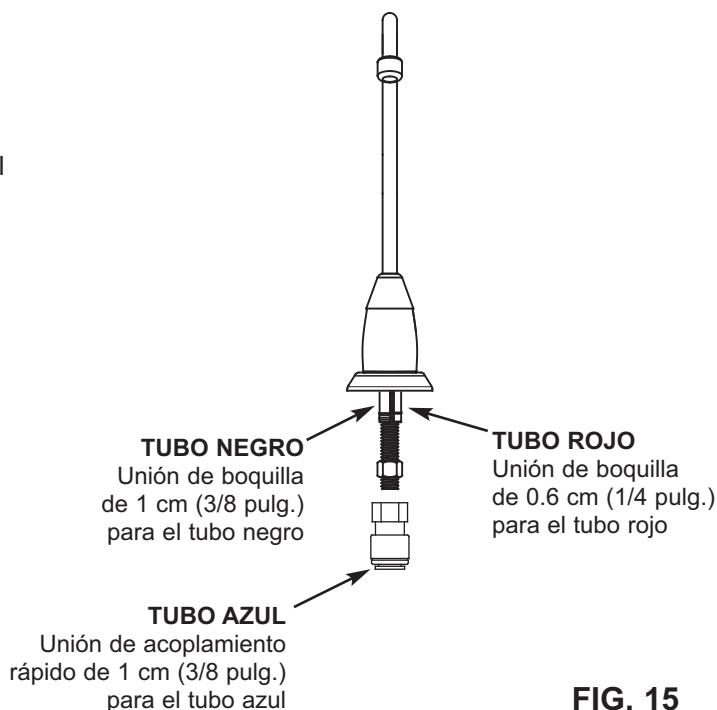

FIG. 15
3. Ubique la tubería negra de 3/8 pulg. (1 cm) y empuje un extremo en la unión de boquilla de 3/8 pulg. (1 cm) del grifo, vea la Fig. 15.
4. Mueva el sistema de ósmosis inversa (RO) a su posición, debajo del fregadero. Vea la página 10.
5. Ubique la tubería roja de 1/4 pulg. (0,6 cm) conectada al conjunto de ósmosis inversa. Retire la tapa de empaque del extremo suelto de la tubería roja. Tienda la tubería roja de abajo hacia arriba a través del orificio de montaje del grifo. Corte el tubo en ángulo recto y a la medida según sea necesario. Vea la Fig. 16. Empuje el extremo de la tubería en la unión de boquilla de 1/4 pulg. (0,6 cm). Vea la Fig. 15.
9. Ubique la tubería azul de 3/8 pulg. (1 cm) conectada al conjunto de ósmosis inversa. Retire la tapa de empaque del extremo suelto y tienda la tubería azul a la unión de acoplamiento rápido en la parte inferior del espárrago del grifo. Corte el tubo en ángulo recto y a la medida según sea necesario. Vea la Fig. 16. Empuje el extremo de la tubería azul en la unión de acoplamiento rápido. Vea la Fig. 15.